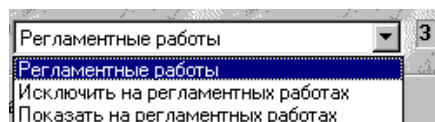

Рисунок 79
5.2.3 Фильтр «Регламентные работы» (рисунок 79) включает следующие режимы поиска: